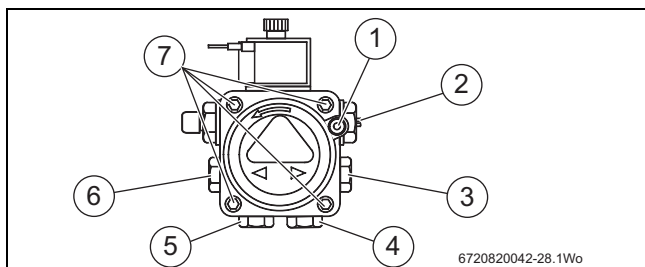

Fig. 49 Purga de la bomba
- ▶ Repetir el proceso hasta que el flujo de gasóleo sea constante y sin que salgan burbujas de aire por el orificio de purga; cerrar el orificio de purga [3]; véase la fig. 49